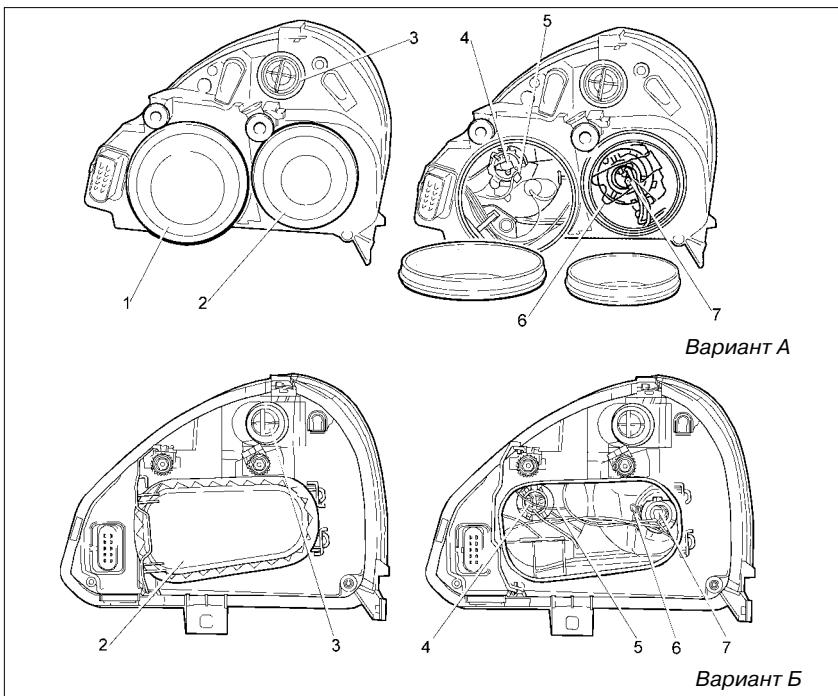

Рис. 56. Блок-фара
- снимите крышку 1 для варианта А или крышку 2 для варианта Б (рис. 56);
- снимите крышку 2 для обоих вариантов (рис. 56);